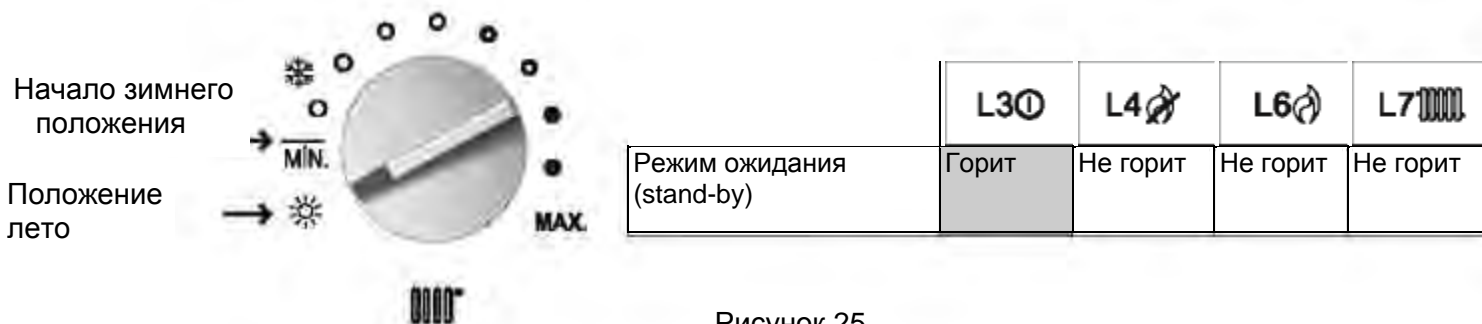

Рисунок 25
Чтобы включить прибор, поставьте ручку включения-выключения в режим ON. В данном режиме сигнальная лампочка L3 будет мигать некоторое время. Это обозначает то, что прибор проверяет работу внутренних функций. Рисунок 24а В данном случае, если котел работает на зимнем режиме (Рисунок 25а), начинает работать отдел розжига, зажигается горелка, таким образом обеспечивается нагревание воды. Если прибор работает на летнем режиме (Рисунок 25б), для получения горячей воды необходимо открыть кран горячей воды и подождать.
Переведите регулятор настройки на положение '❄', и в зимний период вода будет нагреваться как для использования в быту, так и для центрального отопления (Рисунок 25а).
- Температура воды в батареях может быть настроена в диапазоне от 35°C до 80°C на регуляторе настройки температуры. В данном положении температуры воды будет постоянной и такой, как вы запрограммировали. Когда работает система отопления, лампа L7 постоянно горит (Рисунок 25а), когда вы открываете кран и начинаете использовать горячую воду, лампа начинает мигать, что значит, что прибор перестал нагревать воду для отопления и начал нагревать воду для бытовых нужд (Рисунок 26а).
Рисунок 25а
Поставьте ручку P1 в положение лето ☀, и режим лето станет активным. Центральная система отопления останавливает свою работу и переходит в режим ожидания (Рисунок 25).